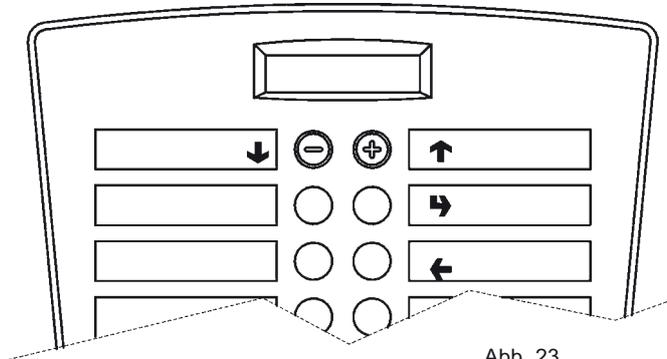

Abb. 23
- Außendruckknopftafel mit Direktwahl, welchem im Modus "Beladermenü" und "Techniker", die nachstehenden Funktionen übernehmen (siehe Abb. 23):